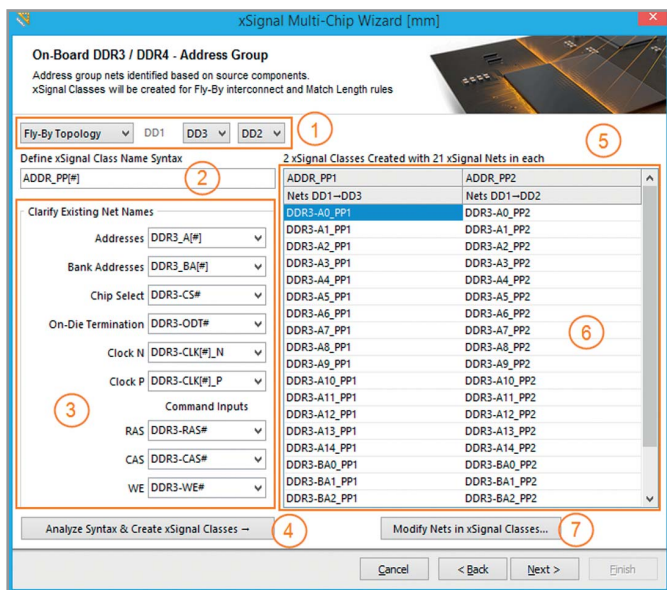

Рис. 9. Идентификация всех цепей, входящих в адресную шину в xSignal Wizard:
Теперь можно перейти к идентификации всех цепей, входящих в адресную шину (см. рис. 9). Последовательность действий следующая:
- 4. Как только порядок устройств и синтаксис имён определён, необходимо нажать кнопку Analyze Syntax and Create xSignal Classes (см. рис. 9) для создания списка маршрутов xSignal. Мастер просмотрит синтаксис и то,